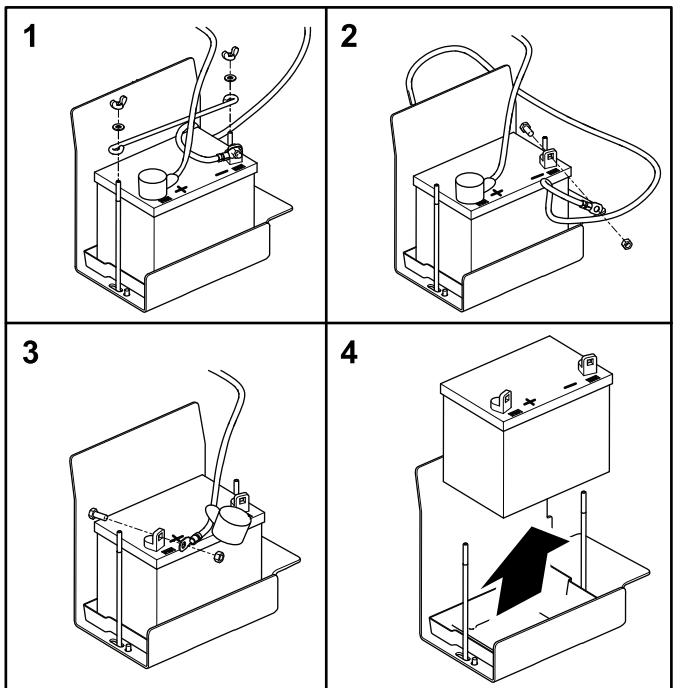

Figura 51
2. Retire las tuercas de orejeta y las arandelas que sujetan la pletina de sujeción de la batería (Figura 51).